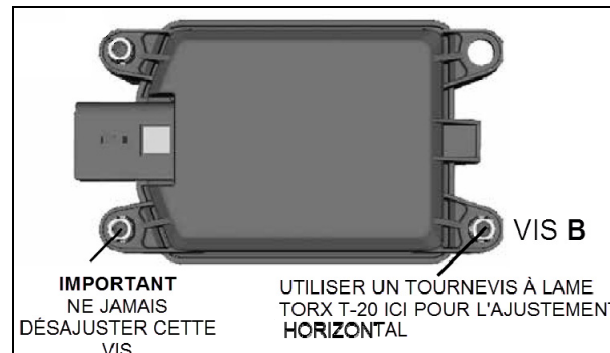

FIG.17
23. La vis **B** sert à ajuster l'orientation du radar dans le plan horizontal (de gauche à droite) (fig.17 & 18). Tourner la vis **B** dans le sens horaire ou antihoraire selon la direction nécessaire pour que la distance entre la position de référence et la trace du faisceau laser soit la même de chaque côté.